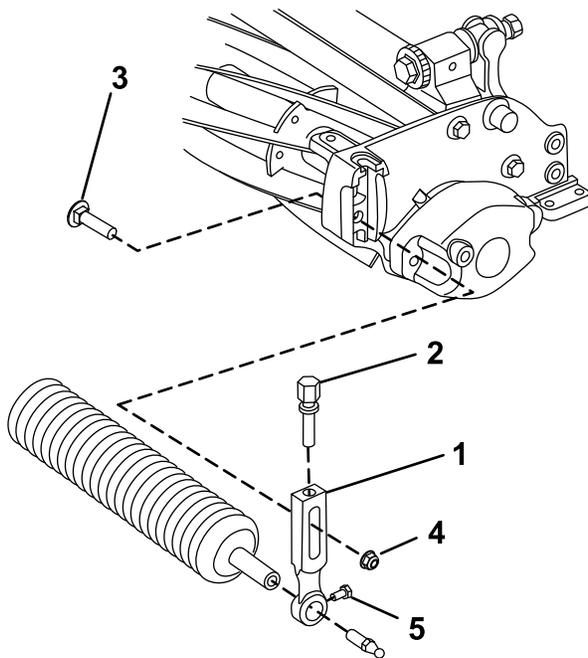

Bild 3
1. Entfernen Sie die Senkschraube, Scheibe und Bundmutter, mit denen einer der Schnitthöhenarme an der Seitenplatte der Schneideinheit befestigt ist (Bild 3).
3. Schieben Sie die Rollenwelle in den Schnitthöhenarm am anderen Ende der Schneideinheit (Bild 3).
4. Schieben Sie den Schnitthöhenarm auf die Rollenwelle (Bild 3).
5. Befestigen Sie die Rolle lose mit dem vorher entfernten Schnitthöhenarm und den Befestigungen an der Schneideinheit (Bild 3).
7. Ziehen Sie die Befestigungsschrauben der Rolle an (Bild 3).
2. Lösen Sie die Rollenbefestigungsschrauben in den Schnitthöhenarmen (Bild 3).